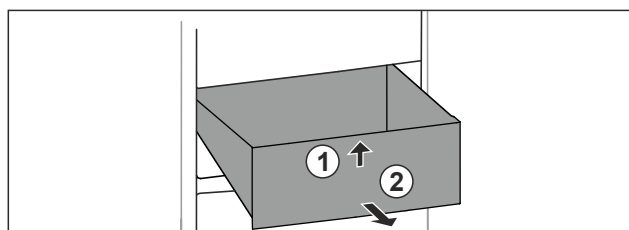

Fig. 77
- ▶ Soulever la partie avant du tiroir. Fig. 77 (1).
- ▶ Retirer le tiroir par l'avant. Fig. 77 (2)